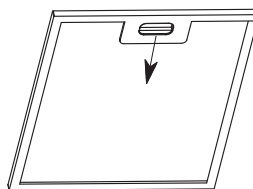

Fig. 39
- Retirar um filtro de cada vez, segurando por baixo com uma das mãos e puxando a trava em direção à parte posterior da coifa ou do filtro [Fig.39].